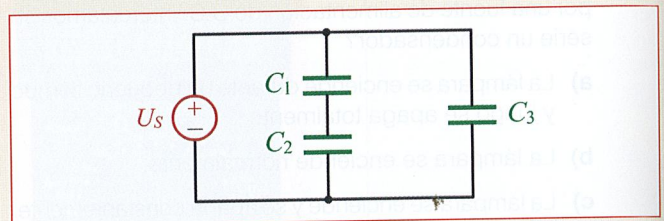

Figura 9.30.
9.3. Los condensadores mostrados en la Figura 9.30 tienen todos la misma forma y dimensiones geométricas. El condensador C_3 tiene un aislante de poliéster de constante dieléctrica relativa 3,3 y una capacidad de $1 \mu\text{F}$. Los condensadores C_1 y C_2 tienen un aislante de porcelana de constante dieléctrica relativa 6,6.